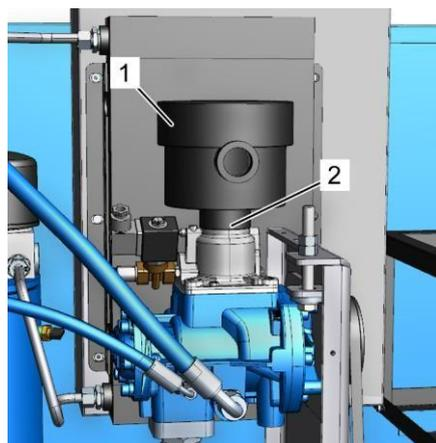

Рис. 50: Отсоединение хомутка приемного фильтра
4. Отсоедините хомутик приемного фильтра (Рис. 50/2).
5. Извлеките старый приемный фильтр (Рис. 50/1).
6. Установите новый приемный фильтр (Рис. 50/1).
7. Затяните хомутик приемного фильтра (Рис. 50/2). ↪ Приложение В «Моменты затяжки винтов» на странице 153